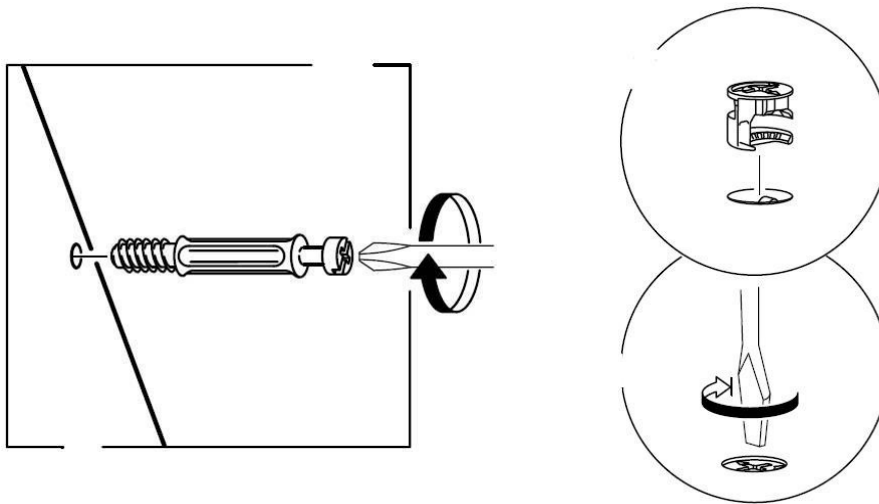

Рис. 1
1. В стенки вертикальные (1), (2), экран (4), заднюю стенку (5) в имеющиеся отверстия установить эксцентрики Rastex 15\22, таким образом, чтобы стрелка была повернута в сторону отверстия в торце.
2. В установленные муфты эксцентриковых стяжек на стенках вертикальных (1), (2), столешнице (6) ввернуть дюбели DU644, в соседние отверстия установить шканты (рис.1 и схема сборки).
3. На нижние торцы стенок (1), (2), (5) установить по два подпятника-гвоздя.